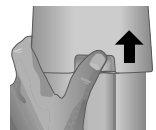

Abbildung S.1
1. Fassen Sie den Monitor auf beiden Seiten an, und heben Sie ihn in die höchste Position. Entfernen Sie die Kabelabdeckung (**Abbildung S.1**).